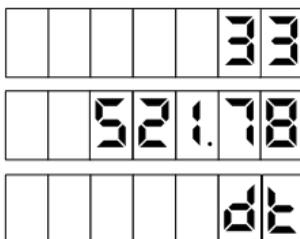

Рисунок 30
12.5 При выборе пункта 4 (**просмотр общих итогов за период по видам топлива**) необходимо указать период и выбрать вид топлива, как описано выше. На табло ТРК будут отображаться итоги по видам топлива по всем картам (рисунок 30). Кнопками  или  производится переход по видам топлива.